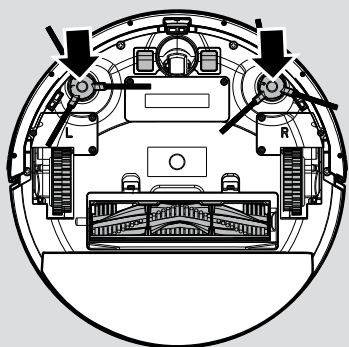

Fig. 3
7. Appuyez sur les deux brosses de nettoyage latérales sur les supports jusqu'à ce qu'elles s'enclenchent. Faites attention à ce que L et R figurent aussi bien sur l'appareil que sur les brosses. **[Fig. 3]**